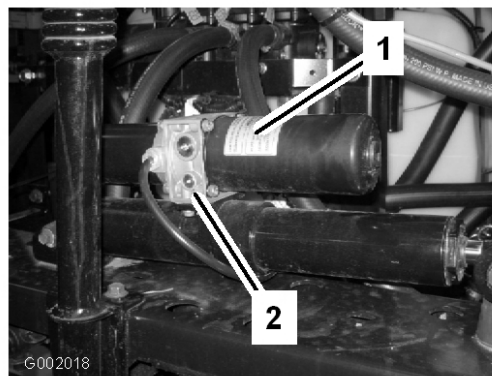

Figura 46
1. La valvola di sicurezza manuale è situata sull'attuatore di ogni barra. La valvola di sicurezza manuale è la valvola più piccola, che si trova solo su un lato del corpo dell'attuatore (Figura 46).